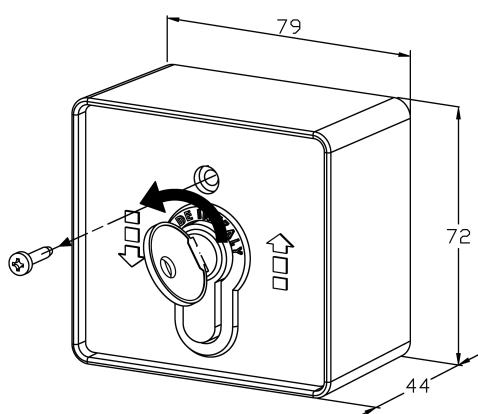
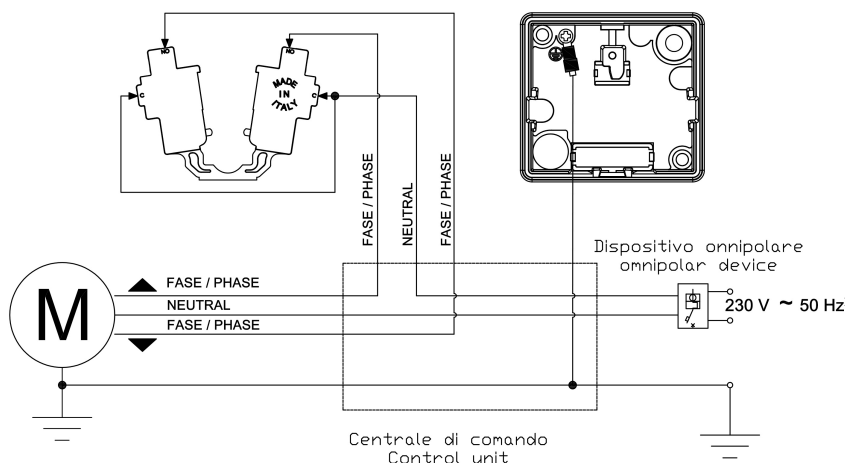

Fig.1
Fig.4
I) Rimuovere la vite di fissaggio del coperchio ed inserire la chiave nella serratura. Ruotando la chiave a sinistra, estrarre il coperchio del selettore (fig.1, fig.4);
F) Ôter la vis de fixation du couvercle et mettre la clé dans la serrure. Faire tourner la clé vers la gauche et d'extraire ainsi le couvercle du sélecteur (fig.1, fig.4) ;
GB) Remove the screw from the cover and insert the key into the lock. Turn the key on the left, to detach the cover from the switch (fig.1, fig.4);
E) Retirar el tornillo de fijación de la tapa e introducir la llave en la cerradura. Girando la llave hacia a la izquierda, para extraer la tapa del selector (fig.1, fig.4);
- Reinserire il coperchio del selettore ruotando la chiave; prestare attenzione alla disposizione dei cavi all'interno e serrare il tutto con la vite (fig.4).